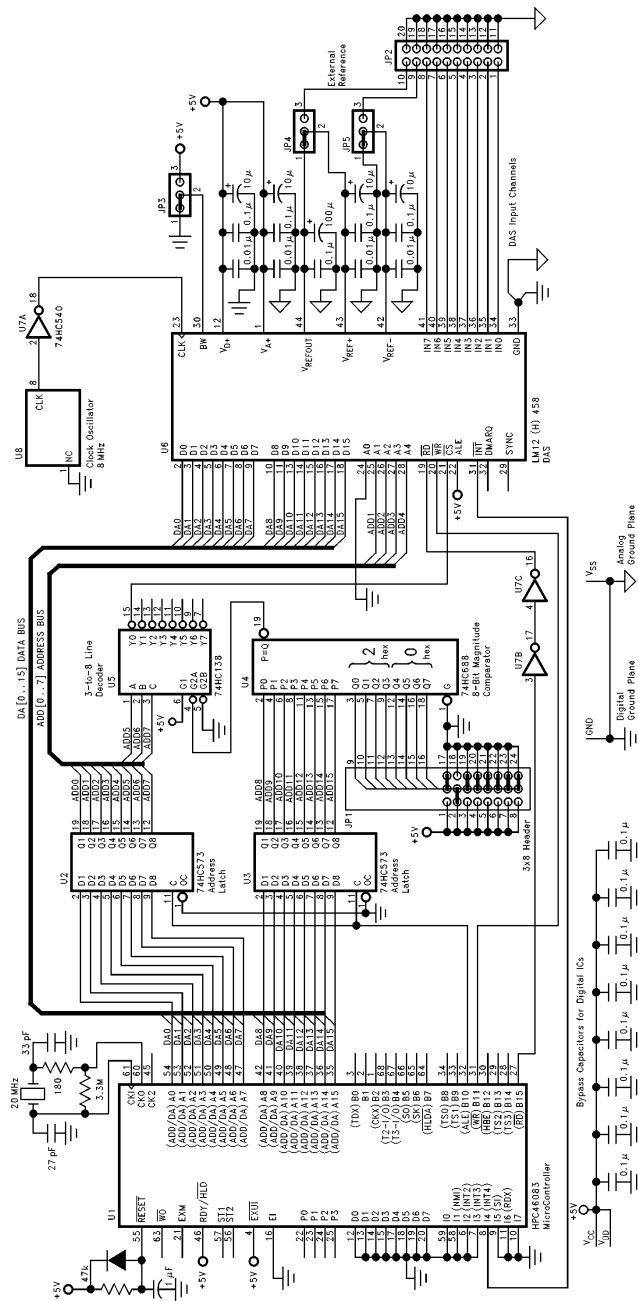
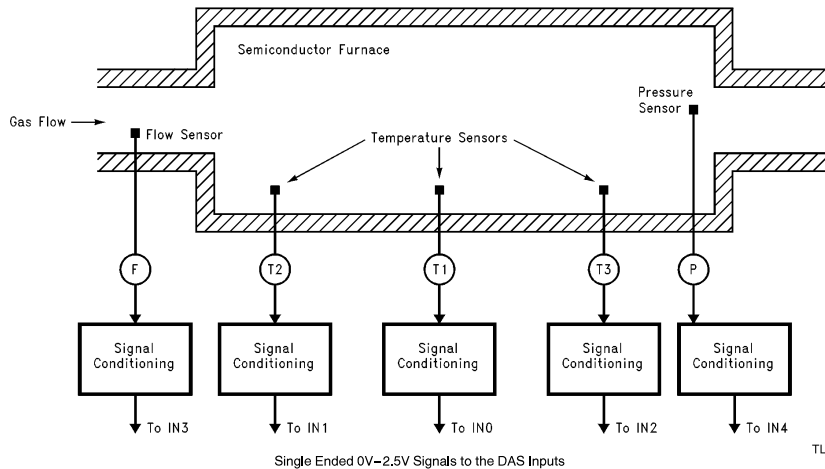

FIGURE 7. The DAS/HPC Microcontroller Interface (Complete Address Decoding)
FIGURE 12. Diagram of a Typical Measurement Arrangement in a Semiconductor Furnace
Fig. 7、8に2種類のインタフェース回路を示しました。Fig. 7の最初の回路は、外部アドレス・ラッチを包含し、全アドレス・デコーディングを行います。この構成では、HPCが他のアドレス範囲を使用してアクセスするデバイスが他にも存在することを想定しています。Fig. 8は、HPCにインタフェースされている周辺デバイスがDASのみ(または2、3個)であることを前提とした回路で、部分アドレス・デコーディングを採用してインタフェース・ロジックを簡略化しています。なお、図にそれぞれ示したアドレス・デコーディング方式は一般的なものであって、可能な種々の方式のうちのひとつだけではありません。これらの回路は、インタフェースに関する注意点を示すための手段として採用しました。他のロジック・ファミリやPALデバイスを使用して図とは異なるインタフェース回路を構成することも可能です。
Fig. 7に示した回路は、全アドレス・デコーディングによってDASのCS信号を生成します。DASは、外部アドレス範囲(0200H ~ 021BH)の先頭にメモリ・マップされたI/Oとしてアクセスされ、16ビット・データ・アクセスが選択されています。外部アドレス・ラッチU2とU3(74HC573)が、HPCの16ビットの多重化データ/アドレス・ラインに使用されているため、DASのALE入力はHIGHに結線しています。8ビットのマグニチュード・コンパレータU4(74HC688)は、ヘッダJP1上のアドレス範囲セレクト・ジャンパからの論理入力と上位アドレス・バイト(A15...A8)を比較することにより、上位アドレス・バイトのデコーディングを行います。Fig. 7の場合、同ジャンパは02Hに設定されています。したがって、マグニチュード・コンパレータの出力は、3入力8出力ライン・デコーダ・チップU5(74HC138)をイネーブルします。3入力8出力ライン・デコーダの出力はアドレス・ラインA5 ~ A7で、0200Hから021FHまでの32ロケーションのアドレス空間に対応する出力Y0がアクティブになります。この出力(Y0)は、DASのCS入力に使用されます。アドレス・ラインA1 ~ A4は、DASのアドレス入口に直接接続されています。DASのA0入力は、16ビット・データ・アクセスが選択され、A0はdon't careになるため、グラウンドに結線されています。DASは、アドレスが0200H ~ 021BHの28バイトのアドレス・ロケーションを使用します。
DASのアドレス範囲は、Fig. 7と同様に0200H ~ 021BHですが、多くのアドレス・ビットはdon't careになります。Fig. 8の場合、DASレジスタのアドレスを2進形式で表記すると、0XXX、XXIX、000P、PPP0のように表現されます。Pは、レジスタを特定するためのプログラム・ビットで、Xビットはdon't careになります。他のビットはこの通りにプログラムします。
3入力8出力ライン・デコーダ(U5)の出力Y1 ~ Y7も、Fig. 7と同様に他の周辺デバイスのアクセスに使用されます。これらの周辺デバイスも、アドレスとチップ・セレクトを取り込むための内蔵ラッチを備えている必要があります。たとえば、Fig. 8の回路では、最大8個のDASチップをHPCにインタフェースして、64のアナログ入力チャネルのモニタやデータ・ロギングなどを行うことができます。1個のDASだけをインタフェースする場合は、DASのCS入力は、点線の中间のようにU5の代わりに2個のゲートで生成してかまいません。
ユーザは、インタフェースのハードウェア設計と並行して、プロセッサとDAS間において情報のやり取りが確実になされるかどうかタイミングの分析を行う必要があります。例えば、Fig. 7の場合、DASのRD入口に置かれたバッファは、タイミング条件を満足させるためのバッファです。同様に、Fig. 8におけるHPCのクロックは、適正なタイミングを確保するために低い周波数に設定されています。回路の新規設計に際しては、読出しサイクル、書込みサイクルに関するDASのタイミング仕様をHPC(または使用する他のプロセッサ)のタイミング仕様と比較することをお忘れなくください。両者のタイミング特性が整合していないと、ハードウェアの設計変更やソフトウェア手法による対応が必要になります。
Fig. 7 の回路は、開発システム“HPC デザイナーズ・キット”を利用して製作と試験を行っています。この開発システムは、HPC のリアルタイム・エミュレーションを実行し、HPC のすべての機能をアプリケーションに提供することができます。HPC デザイナーズ・キットは、プロセッサの実際のスイッチング特性をかなり忠実に実現します。
Fig. 10 は、HPC 開発システムを利用して構成した Fig. 7 の回路における CS、RD、WD 信号のスクープ写真です。Fig. 10a は、インバータを RD ラインに付加しなかった場合の読出しサイクルと書込みサイクルです。WR に対する CS のセットアップ時間は十分ですが、RD に対する CS のセットアップ時間は不十分です。Fig. 10b は、Fig. 10a の RD に対する CS のセットアップ時間を拡大した写真です。そのセットアップ時間は（室温において）18ns であり、20ns に極めて近いものの、回路と温度の変化に対する余裕は不足しています。Fig. 10c は、RD ラインにインバータを付加した場合の RD に対する CS のセットアップ時間を拡大した写真です。この時のセットアップ時間は 30ns に増加し、回路のパラツキや温度変化をカバーできる 10ns のマージンが確保されています。
WR Signals at the DAS, Figure 7 Circuit
HPCのクロック周波数を下げた場合には、1ウェイト状態を付加する必要があったFig. 7の回路と異なり、ウェイト状態を追加しなくても外部データ転送を行うことができます。これは、外部読出しサイクルおよび書込みサイクルを早めるため、特にFIFOからの読出しを連続的に行う場合に有利です。
このアプリケーション例の場合、DASは、半導体炉内の5個のセンサから送られる入力を測定します。炉データのデータ収集/制御システムとしては、Fig. 7または8の回路を使用するものとします。DASレジスタに設定する値は、以降に示すシステムの要件に基づいて決めます。DASの初期化とデータ収集を行うためのHPCの標準的なアセンブリ・ルーチンも示しています。Fig. 12に、半導体炉の測定に採用される標準的な構成を示します。流量センサは、半導体チャンバのダクトにおけるガス流量を測定します。圧力センサはチャンバ内の圧力を測定します。3個の温度センサは、炉内の中央部、および両端部の温度を測定します。
- 炉の測定・監視システムには、Fig. 7または8のいずれかの回路を使用する。以下の説明とプログラム・コードはいずれの回路にも有効。